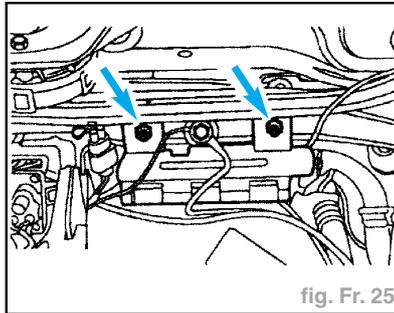

fig. Fr. 25
- Libérer le support de fixation du câble (fig. Fr. 25).